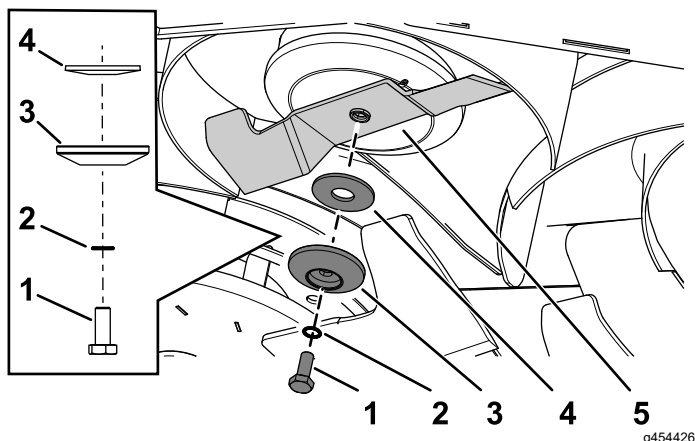

図 110
2. 先ほど取り外したブレードボルト、鋸歯ワッシャ、ブレードリテーナ、湾曲ワッシャを使って、ブレードを取り付ける 図 110。